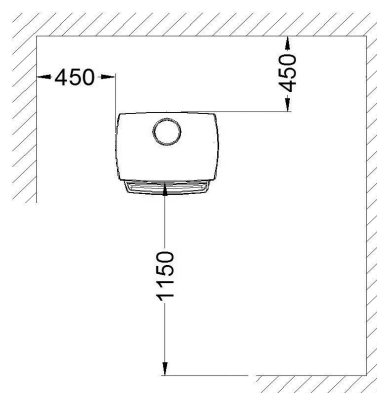

FIG. 6 - DISTANCES DE SÉCURITÉ
- Lorsque vous installerez le poêle, tenez compte des distances de sécurité nécessaires du foyer et de la cheminée par rapport aux surfaces combustibles (parois de bois ou tapissées, sol en bois, etc.) Ces mêmes distances doivent être respectées lorsque le revêtement des parois ou des zones proches est susceptible de détérioration ou de déformation sous l'effet de la température (vernis, peintures, PVC, etc.). Fig. 6